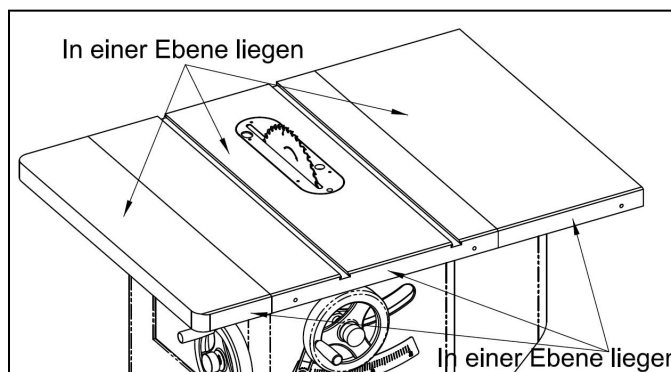

Abb. 6-1
- (1) Schalten Sie die Stromversorgung der Tischkreissäge aus!
- (2) Entfernen Sie die vorhandenen vorderen und hinteren Führungsschienen, den Anschlag, die Holzplatten usw. von der Tischkreissäge und behalten Sie die Hauptplatte der Tischkreissäge sowie die linken und rechten gusseisernen Nebenplatten bei, siehe **Abb. 6-1**.
- (3) Justieren Sie die Tischplatte so, dass alle Oberflächen der gusseisernen Tischplatten und die vorderen Enden in einer Ebene liegen, siehe **Abb. 6-1**.